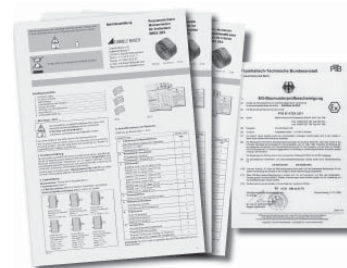

Fig. 3
**3 x 1 mode d'emploi** (Fig. 3) en français, allemand et en anglais
**1 certif. d'essai du mod. type** (Fig. 3), seulement pour app. en version Ex